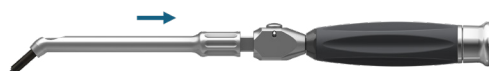

Figura 23
4. Deslice el vástago externo de la llave hacia el mango hasta que note un tope fijo. Puede haber una respuesta táctil o audible cuando el botón vuelva a engranar en el vástago (Figura 23).